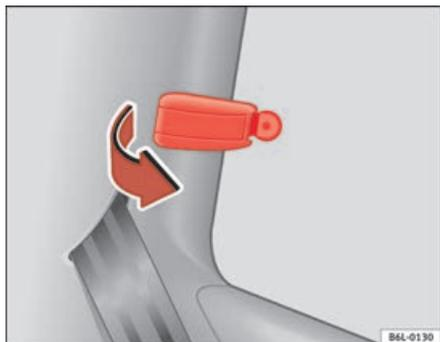

Fig. 53 Alavanca bloqueadora da janela deflectora mecânica
- Puxar a alavanca bloqueadora ⇒ fig. 53 para a frente no sentido da seta e empurrá-la simultaneamente para fora, até engatar. A alavanca encaixa estando a janela meio aberta ou aberta por completo.